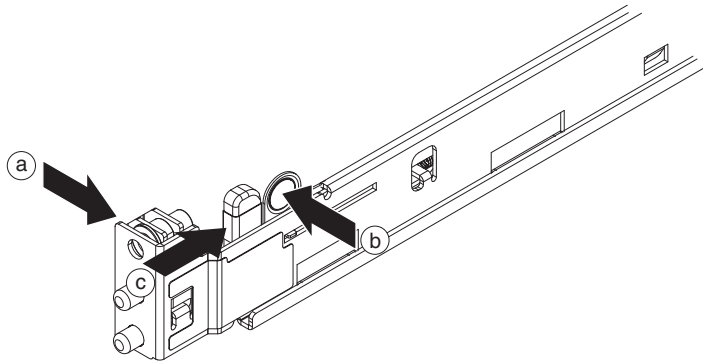

Figura 6. Riel frontal adjunto al bastidor
4. Inserte la parte frontal izquierda del riel, como se muestra en Figura 6 en la página 17. Para insertar el riel posterior izquierdo, utilice los pasos siguientes: